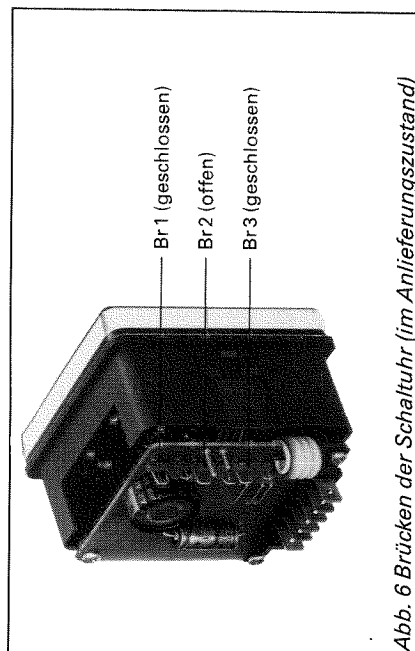

Abb. 6 Brücken der Schaltuhr (im Anlieferungszustand)
2. Alle Brücken „Br“ an der Rückseite der Schaltuhr schließen (Abb. 6).